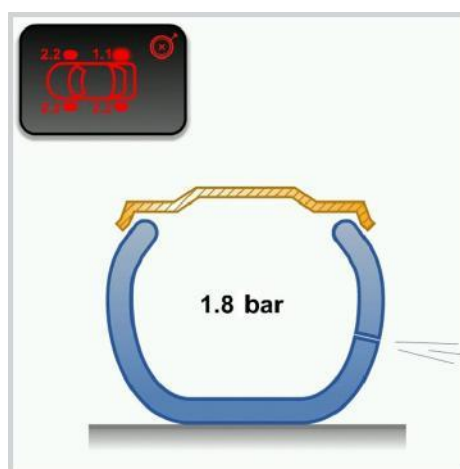

Figure 62. Le pneumatique fuit.
- le pneumatique fuit (figure 62),